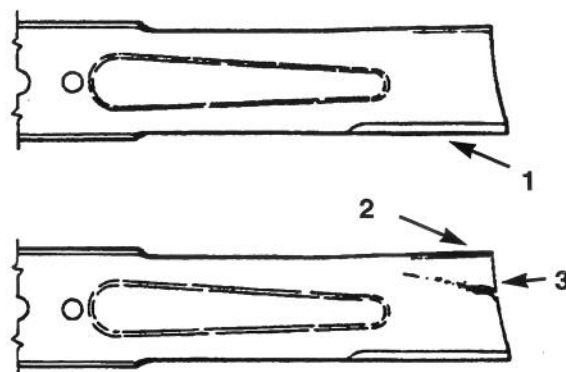

Figure 23
2. Examiner les arêtes tranchantes (Fig. 23). Si elles sont émoussées ou ébréchées, déposer la/les lame(s) et la/les affûter; se reporter à la section *Affûtage de la/des lame(s)*.
3. Examiner la/les lame(s), en particulier la zone courbe (Fig. 23). Remplacer la lame au moindre signe de dégât, d'usure ou si une fissure se forme à cet endroit (Fig. 23).